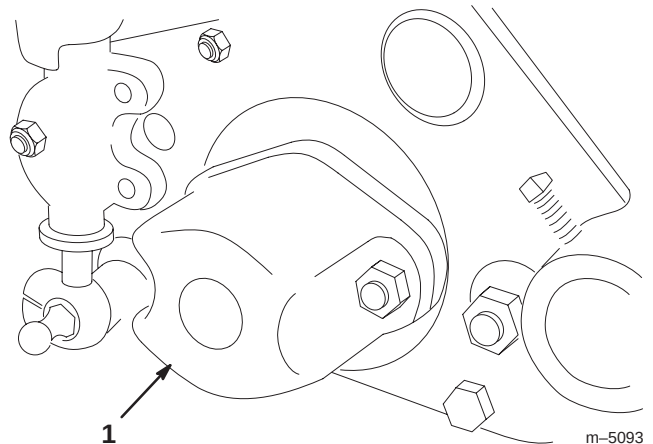

Bild 13
- A. Nehmen Sie die Befestigungsmuttern von der Gegengewichtendkappe ab. Nehmen Sie dann die Endkappe von den Befestigungsbolzen ab (Bild 13).
- C. Halten Sie die Spindel bei aufgestecktem Schlüssel und ziehen Sie die große Spindellagereinstellmutter fest (Bild 13). Ziehen Sie diese an, bis der Widerstand auf die Spindel 1 Nm beträgt.
- D. Setzen Sie die Schraube in das Ende der Spindelwelle ein (Bild 13) und prüfen Sie den Drehmoment mit einem Zoll- bzw. Pfund-Drehmomentschlüssel.
2. Entfernen Sie die Gegengewichtendekappe (Bild 13).